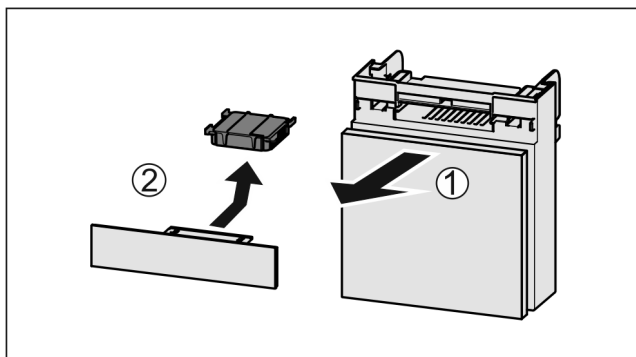

Fig. 74
- ▶ Extraire le compartiment par l'avant Fig. 74 (1).
- ▶ Sortir le filtre à charbon actif Fig. 74 (2).